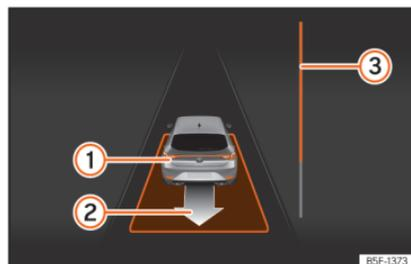

Abb. 202 Am Bildschirm des Kombi-Instruments: parallel zur Fahrbahn ausparken.
- Fahren Sie rückwärts, bis das Dauertonsignal des ParkPilot ertönt; **ODER:** fahren Sie zurück, bis am Bildschirm des Kombi-Instruments die Anzeige zur Vorwärtsfahrt erscheint. Die Fortschrittsanzeige **»» Abb. 202**  zeigt den zurückzulegenden Abstand an **»» Seite 307.**